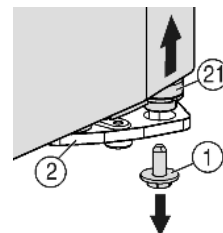
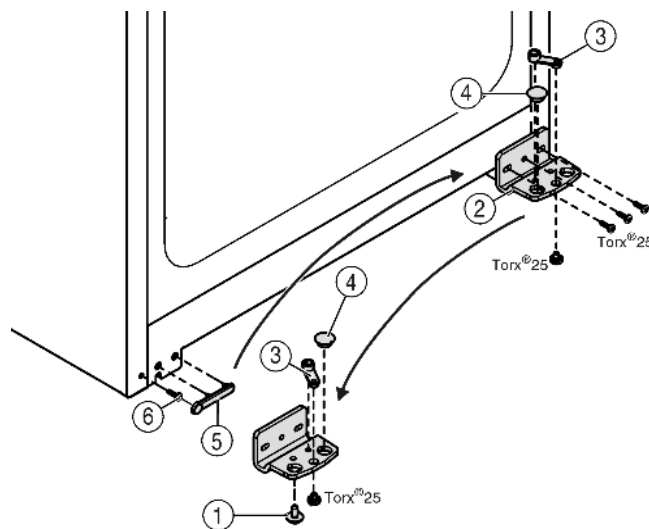

Fig. 4
Fig. 5
- ▶ Dévisser la vis de blocage du support d'appui Fig. 4 (1) en bas à droite.
- ▶ Le pivot d'appui Fig. 4 (21) se desserre du support d'appui Fig. 5 (2).
- ▶ Si le pivot d'appui Fig. 4 (21) ne se débloque pas poussez-le par le bas.
- ▶ Dévisser le support d'appui Fig. 5 (2).
- ▶ Dévisser l'élément pivotant Fig. 5 (3) et le permuter dans le trou opposé du support d'appui, revisser à fond.
- ▶ Retirer le bouchon Fig. 5 (4) du support d'appui et le placer dans le trou du côté opposé au support d'appui.
- ▶ Retirer le cache Fig. 5 (5) côté poignée avec précaution.
- ▶ Retirer la vis Fig. 5 (6) et la revisser sur le côté opposé.
- ▶ Remettre en place le cache Fig. 5 (5).
- ▶ Revisser le support d'appui Fig. 5 (2) sur le nouveau côté charnière, en utilisant une visseuse sans fil si nécessaire, avec un couple de serrage de 4 Nm.
- Visser la vis d'arrêt Fig. 4 (1) en bas dans le pivot d'arrêt et la serrer à fond (**avec 4 Nm**).